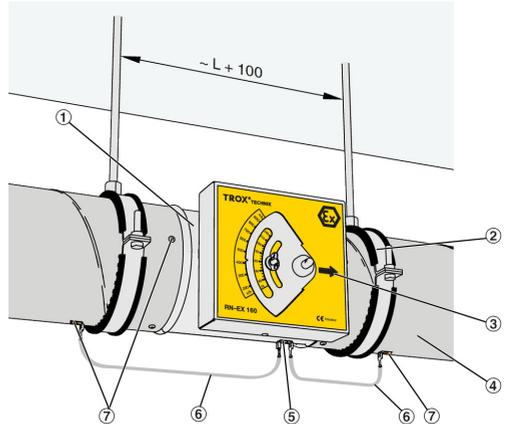

Abb. 4: RN-Ex.ai, 2
1. ▶ Abhängungen (Abb. 4/2) am Einbauort vormontieren, dabei beachten, dass der Abstand der Abhängungen ca. $L+100$ mm beträgt.
2. ▶ 1. Luftleitung (Abb. 4/4) bis zum Einbauort des Regelgerätes vormontieren.
3. ▶ Anschlussstutzen des Regelgeräts (Abb. 4/1) in die Luftleitung einschieben (Lufrichtungspfeil (Abb. 4/3) beachten).
4. ▶ 2. Luftleitung (Abb. 4/4) auf den Stutzen aufschieben.
6. ▶ Regelgerät mit Bohrschrauben oder Nieten (Abb. 4/7) an Luftleitung fixieren.
7. ▶ Potentialausgleich (Abb. 4/5) mit Masseband und Flachstecker (Abb. 4/6) herstellen.
Masseband mit Bohrschraube (Abb. 4/7) an Luftleitung befestigen.